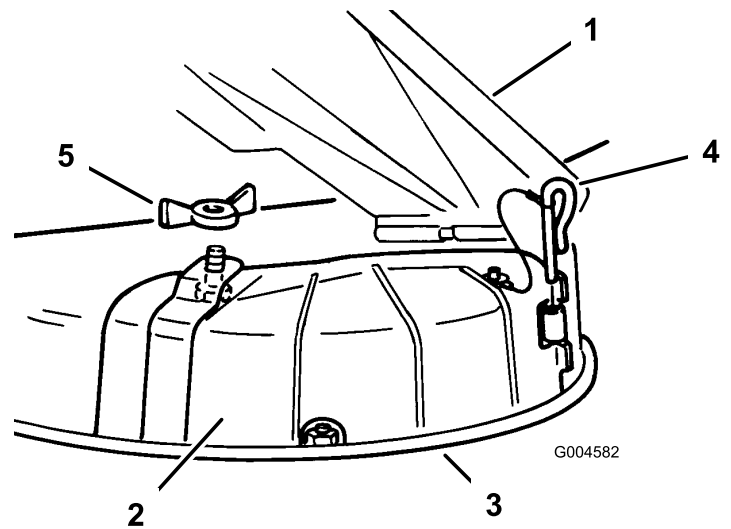

Figura 6
4. Retire la tuerca de orejeta, el perno y el pasador de bisagra que sujeta la tapa de descarga lateral en su lugar, y retire la tapa de descarga lateral de la carcasa (Figura 6). Guarde todas las piezas para su uso futuro.